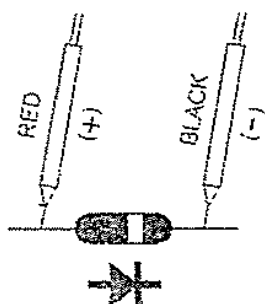

Fig. 2
- 4) a. Quando ligado a polaridade como ilustrado na Fig. 2, é estabelecido um fluxo de corrente direta e o valor aproximado da Tensão Direta do Díodo (VF) será visualizado no visor. Se o díodo em teste estiver danificado, será visualizado um valor ".000" ou aproximado (curto-circuito) ou ".OL" (circuito aberto).